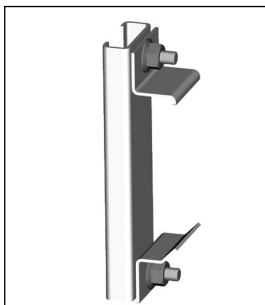

Рис. 21
- 1) Закрепить к С-образному кронштейну два охватывающих монтажных кронштейна при помощи болтов М8х25 с полукруглой головкой и гаек с буртиком (рис. 21). Гайки наживить.